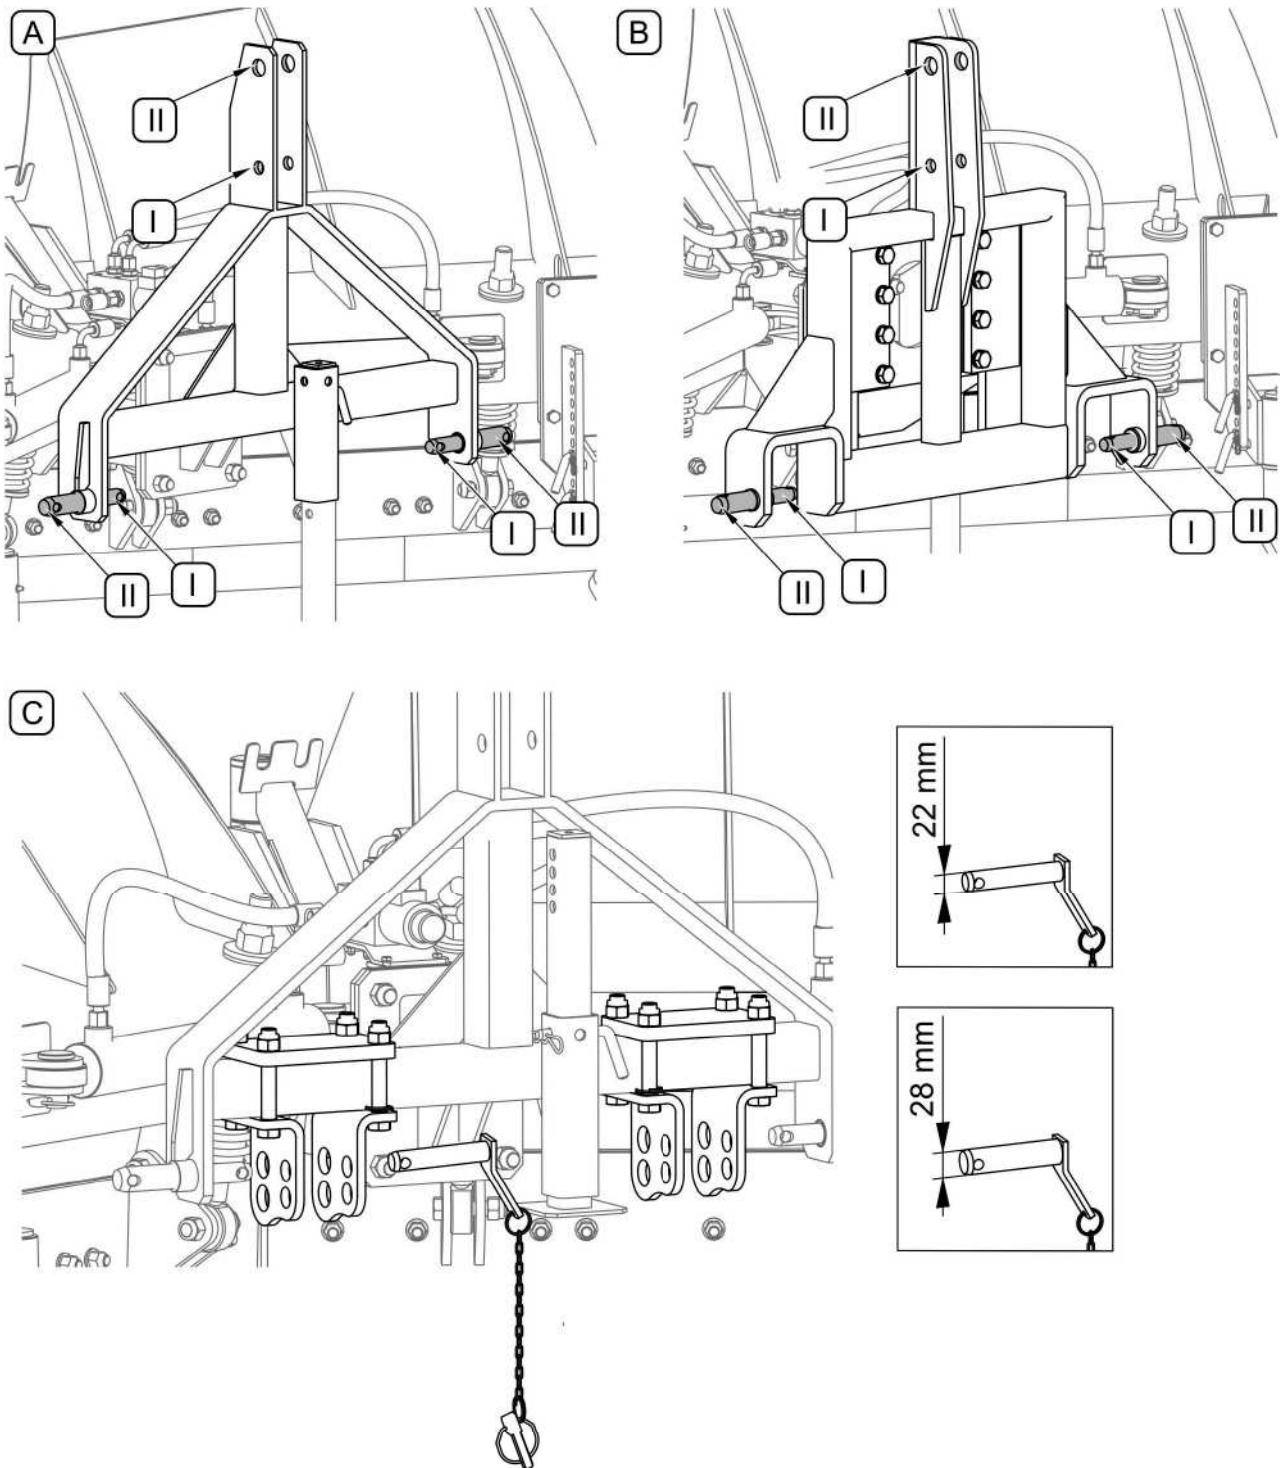

РИСУНОК 4.2 Категории трехточечной системы навески в соответствии с ISO 730-1
(РИСУНОК 4.2), можно установить на системе навески (A) подвижные цапфы (C), которые позволяют уменьшить расстояние между нижними тягами навесной системы. В подвижных цапфах (C) рекомендуется использовать шкворни, соответствующие отверстию в тягово-цепных устройствах трехточечной системы навески трактора.